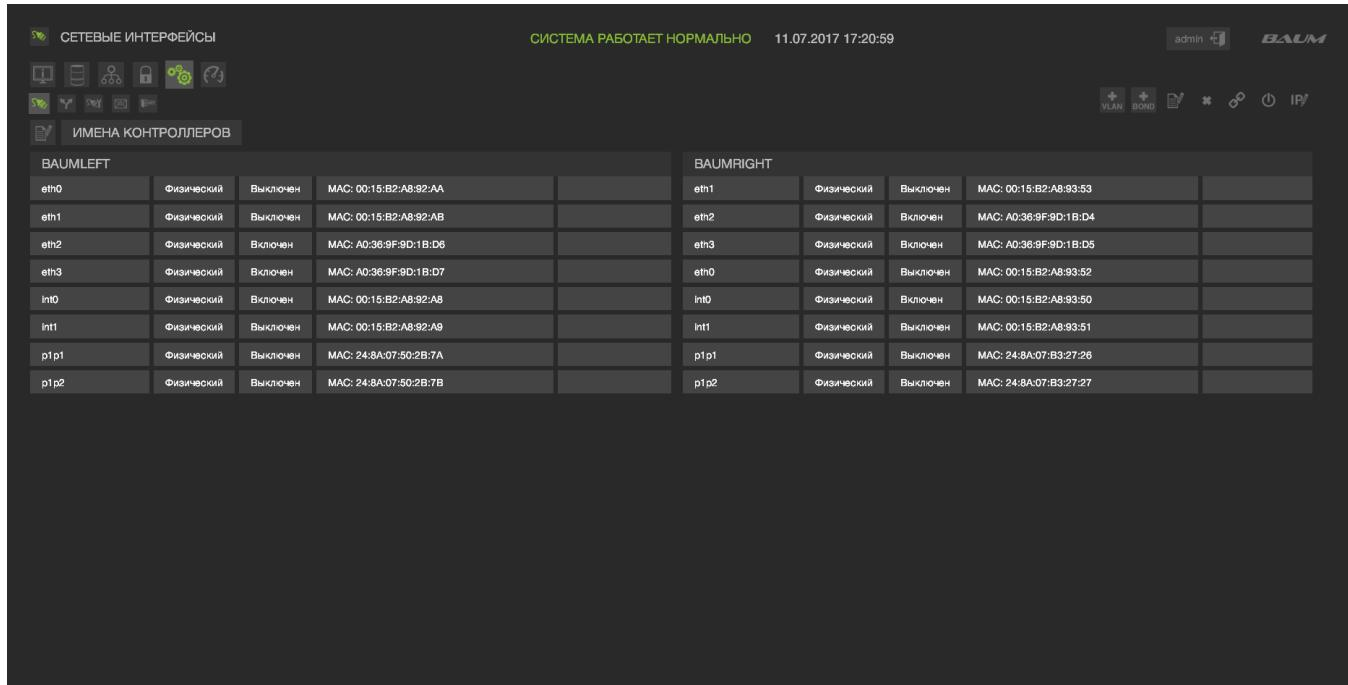

Рисунок 18 – Сетевые интерфейсы
- 1) Перейти на вкладку «Настройки» → «Сетевые настройки» (см. Рисунок 18). На ней отображены все сетевые интерфейсы изделия с их текущими настройками и состояниями: